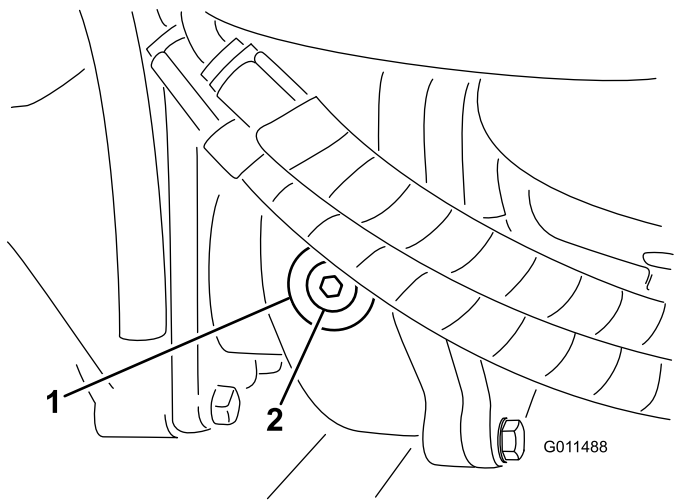

Figure 74
2. Enlevez le bouchon de contrôle/remplissage du côté gauche du boîtier d'engrenages (Figure 74) et vérifiez que le lubrifiant atteint la base de l'orifice. Si le niveau est bas, ajoutez suffisamment de lubrifiant pour rectifier le niveau.